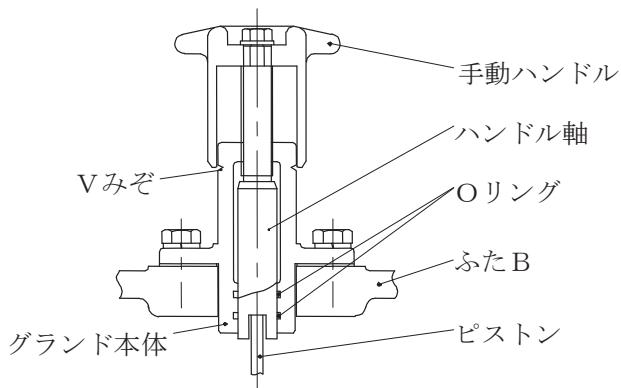

図5 手動ハンドル
- (1) ふたの上部に非常用ハンドルがあり、各非常用ハンドルの下端は各エレメントの上部に接触しています。通常は非常用ハンドルを使用する必要はありません。この非常用ハンドルは、センサが破損等により液体温度が異常に上昇したような場合のみ使用します。(図5参照)
- (2) 調節すべき液体の温度が異常に上昇したとき、非常用ハンドルを右に回転すれば、非常用ハンドルの先端がエレメントを押すため、シリンダ状弁体も押されて流路A・C間の通過面積が増し、クーラーや冷却塔を通る流量が増えて流体の過熱を防止することができます。
- (3) エレメントが正常な場合でも非常用ハンドルは、設定温度を微調整するために利用できます。非常用ハンドルを右に回転すると設定温度が少し低く、また、非常用ハンドルを左に回転すると 設定温度が少し高くなります。変更可能な設定温度は土約5°Cです。